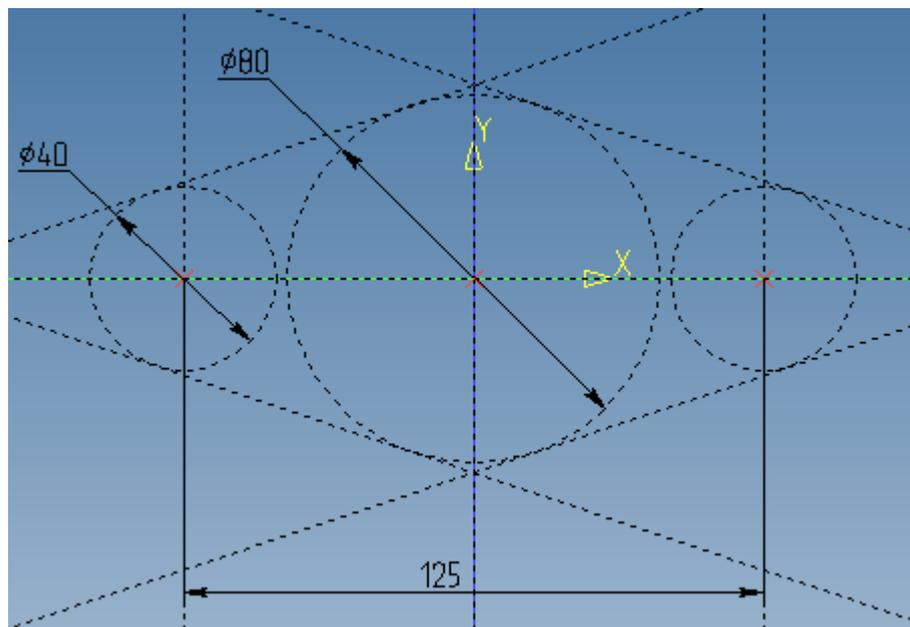
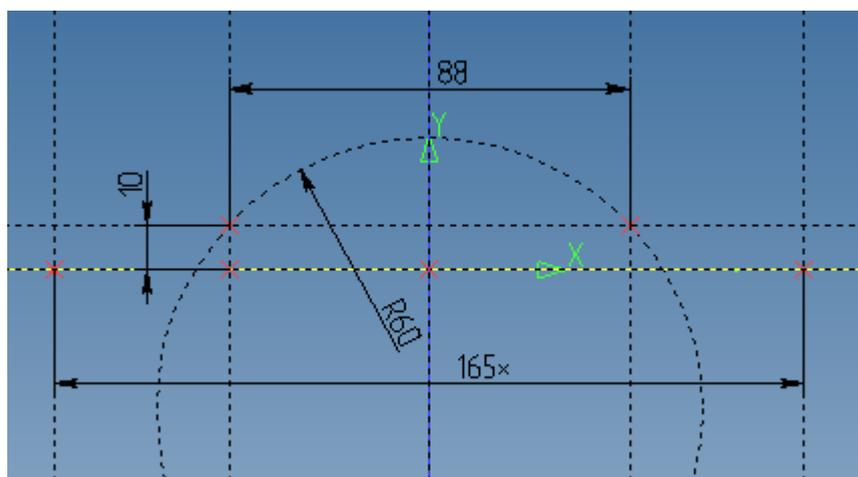
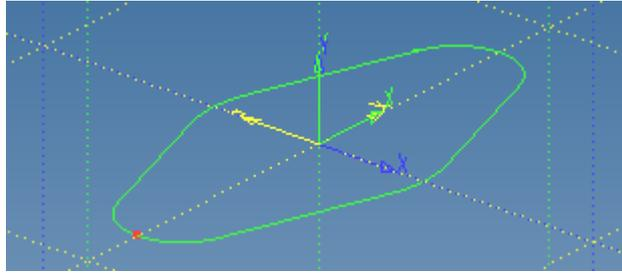
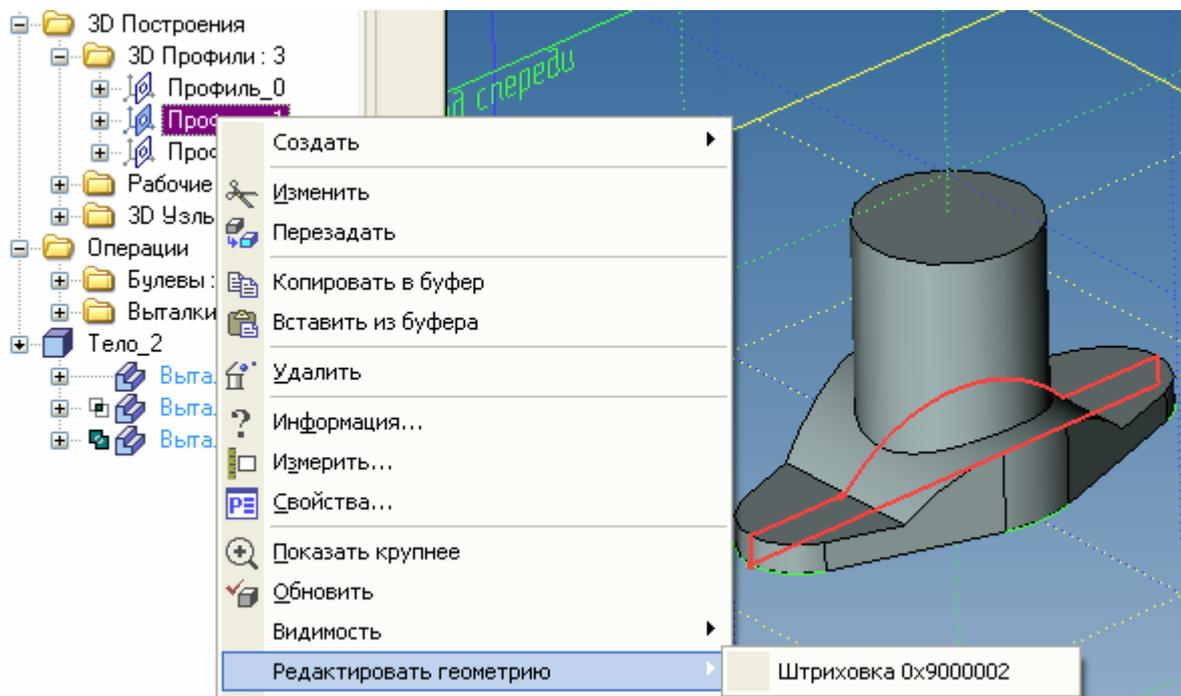

рис. 1
рис. 2
рис. 3
рис. 9
Начнем с построения основания. Выполним на виде сверху следующий эскиз (рис. 1),
а на виде спереди как на рис. 2. Оба эскиза для взаимной связи проще всего привязать к нулевой точке координат соответствующих рабочих плоскостей. Для сохранения симметричности следует отразить линии построения относительно нулевой вертикали, пользуясь опцией  команд <L>, <C>.
Обратите внимание, что на эскизах проставлены управляющие размеры и их минимум. На эскизе на рис. 2 размер 165\* проставлен как справочный, он не является управляющим. Откуда взялось его значение? Этот размер определяет габарит основания и его значение можно было бы измерить по эскизу рис. 1, а затем проставить на эскизе рис. 2. Однако для сохранения параметрической связи эскизов, расположенных на разных плоскостях положение левой габаритной прямой определяется проекцией узла (рис. 3), а вторая прямая симметрична ей (напоминаем, что для проецирования узла на рабочую плоскость следует воспользоваться кнопкой  на панели управления текущей рабочей плоскостью).
Теперь можно сделать полукруглый вырез в основании. Радиус арки известен (50). Кроме того, центр дуги арки совпадает с центром дуги R60 на рис. 2. Чтобы не искать, на какой плоскости расположен профиль, отталкиваясь от геометрии которого мы хотим продолжить построение можно воспользоваться приемом, показанным на рис. 9 - профиль выбран правой кнопкой